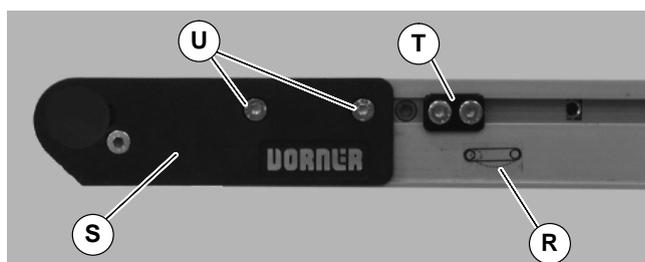

Abbildung 20
6. An den Fingerdreherflächchen (AN) die Spannboden öffnen (AO), um die Gurtspannung zu verringern.
7. Am Spannende des Förderbandes, das mit einem  Etikett gekennzeichnet ist (R siehe Abbildung 20), vordere Deckplattengruppe hineindrücken (S): Zu beiden Seiten des Förderbandes die Spurführungsnocken (T) (falls damit ausgestattet) lockern und von den vorderen Platten weg bewegen, dann die Befestigungsschrauben lösen (U), und vordere Plattengruppe nach innen schieben.